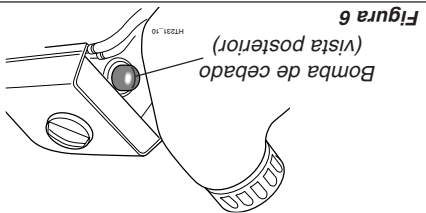

Figura 6
3. Oprima la bomba de cebado varias veces hasta que sienta resistencia y vea combustible fluir por la bomba. Consulte Figura 6.